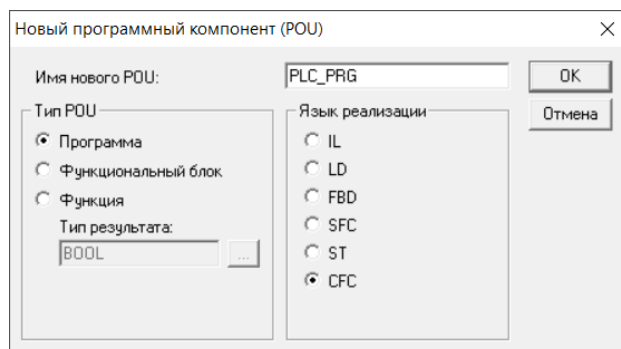

Рисунок 1 – Окно создания нового POU
1. Создайте POU. В окне диалога определим первый POU. По умолчанию он получает наименование PLC\_PRG. Не изменяйте его. В качестве языка программирования данного POU выбираем язык CFC (рисунок 1).